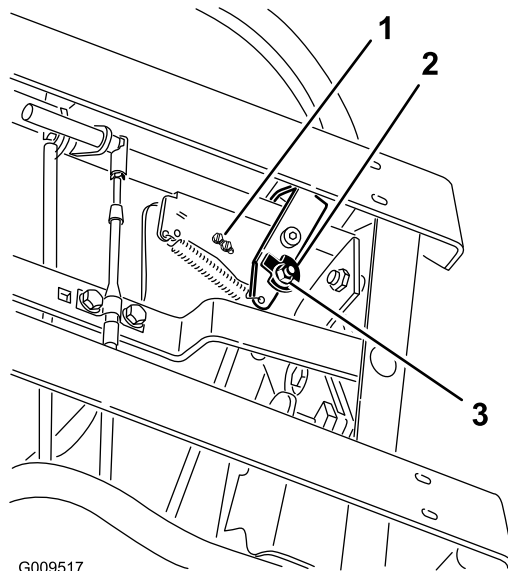
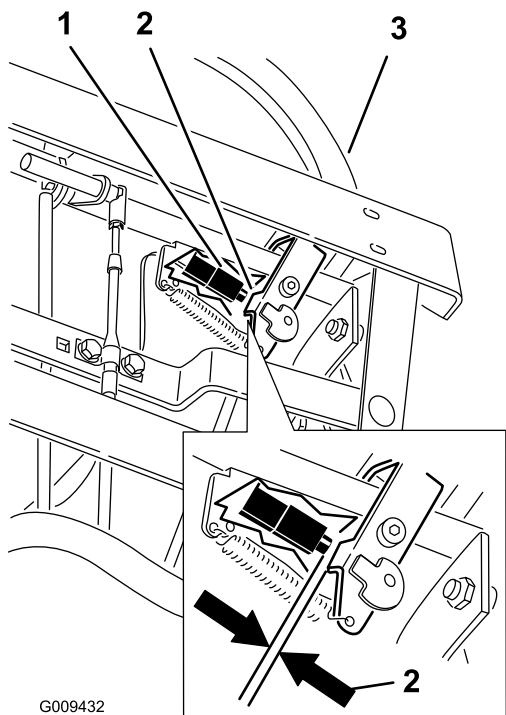

Figure 68
Figure 69
7. Desserrez l'écrou et le boulon de fixation de la came (Figure 68).
10. Vérifiez l'écartement entre le levier de commande et l'interrupteur comme illustré à la Figure 69. L'écartement doit être de 3 mm (1/8") lorsque le levier de commande de déplacement droit est en position de déverrouillage du point mort
11. Au besoin, desserrez les vis de fixation de l'interrupteur et réglez l'interrupteur (Figure 68 et Figure 69).